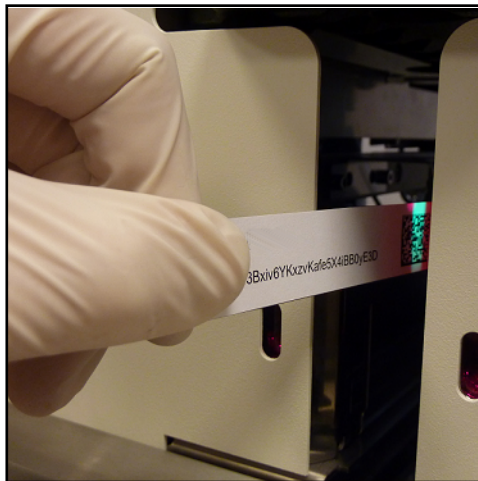

Figure 18 : Utiliser la carte du code pour enregistrer de nouvelles bandelettes
- 2 Insérez la carte du code d'enregistrement (désignée LabUMat 2 dans le passage du rack en orientant le code barre 2D vers la droite (☞ **Figure 18**).